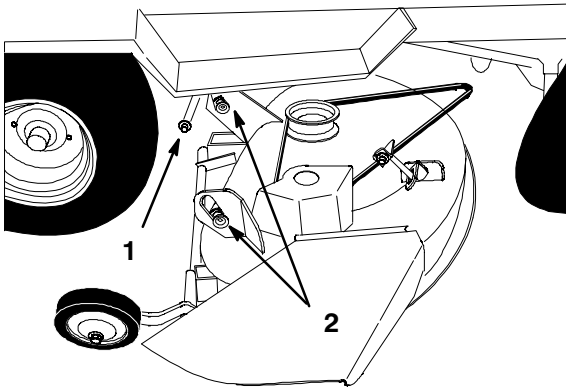

Figure 4
3. Glissez le plateau de coupe sous le châssis par le côté droit (Fig. 4) et alignez les douilles de montage arrière avec les extrémités des bras de relevage.